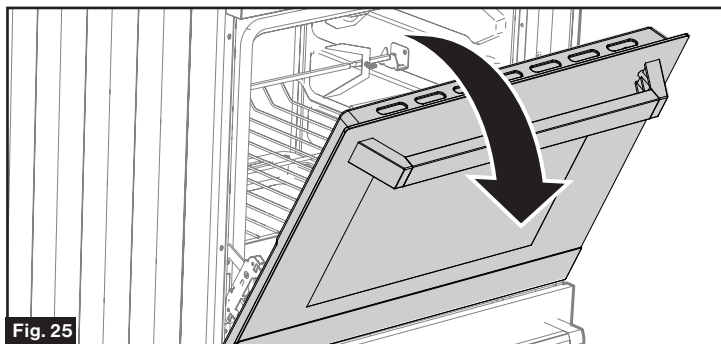

Fig. 25
2. Ouvrez la porte jusqu'à sa position complètement ouverte. (Fig. 25)